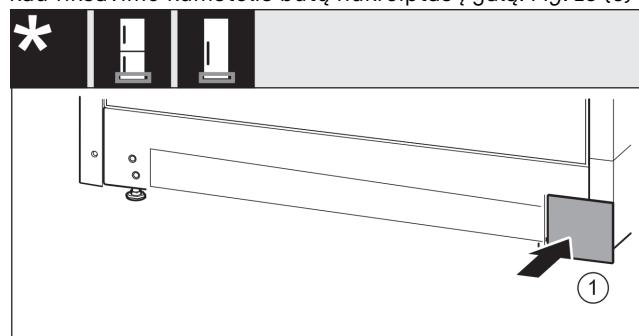

Fig. 17
- ▶ Vėl uždékite uždangalą kitoje pusėje. Fig. 17 (1)